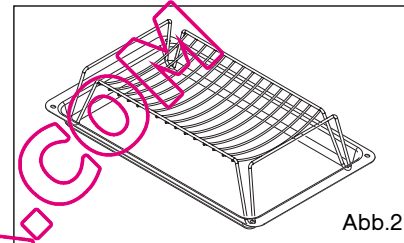

Abb.2
- **Kochgeschirr für Garvorgänge bei niedrigen Temperaturen (Abb.2)**